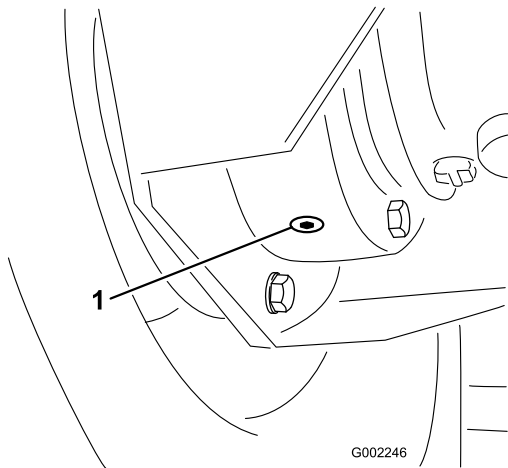

Bild 81
4. Stellen Sie eine Auffangwanne unter die innere Ablassschraube und nehmen sie ab (Bild 81).